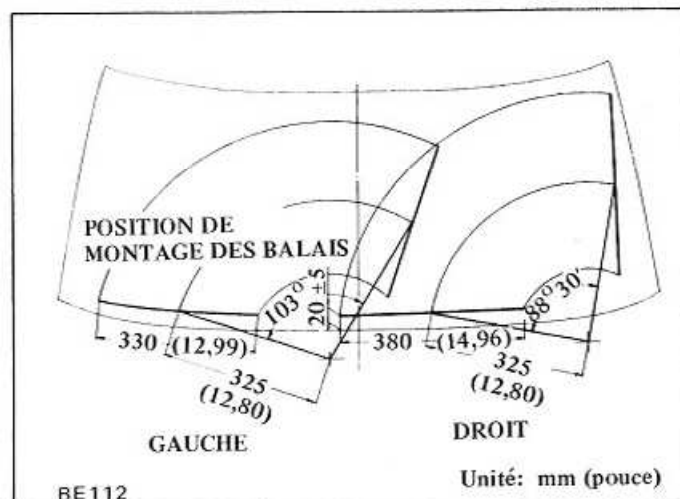

Fig. BE-33 Champ de balayage des essuie-glace
1. La figure BE-33 montre le champ de balayage des essuie-glace, vu de l'habitacle.